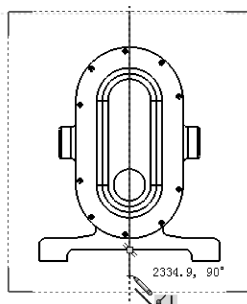

图 13-32 绘制剖切线
2) 在主视图中绘制一条直线，视图将由此线剖开，如图 13-32 所示。